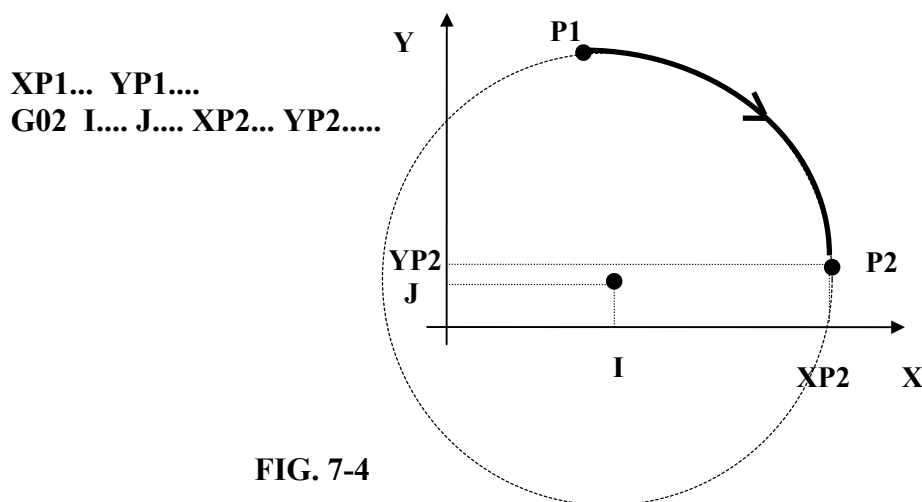

FIG. 7-4
- ♦ Se al posto di **G03** si fosse programmato **G02** si sarebbe ottenuto l'arco complementare a 360° raffigurato in tratteggio in **FIG. 7-4**.